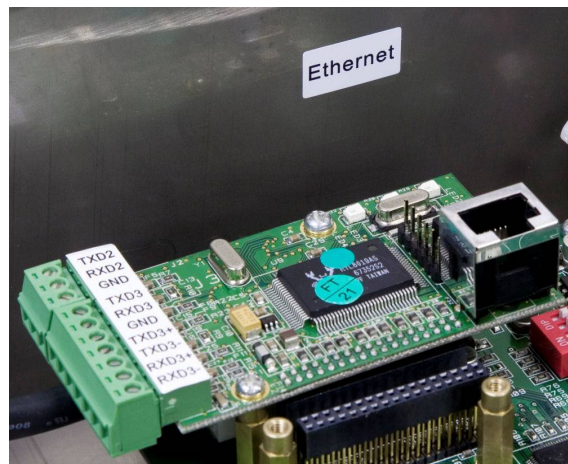

Figura 3-16: Posição da Etiqueta da Ethernet
- Se instalar a opção Ethernet, uma etiqueta de identificação da Ethernet é fornecida no kit. Esta etiqueta pode ser colada no gabinete próximo ao conector Ethernet, como mostrado na Figura 3-16.
- Se instalar a opção Ethernet/IP, uma etiqueta EtherNet/IP CLP será fornecida para conveniência no kit. Esta etiqueta pode ser colada no gabinete ACM500 próximo ao conector EtherNet/IP, como mostrado na Figura 3-16.